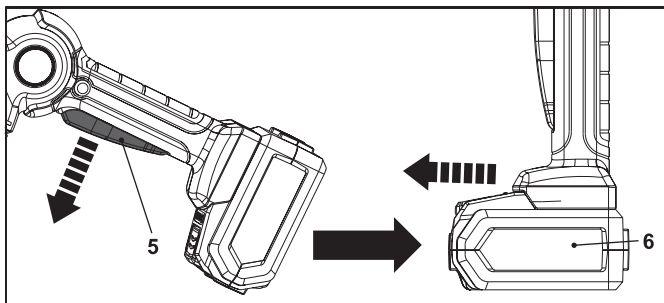

Fig. 12
1. Suelte el interruptor de encendido/apagado (5) (Fig. 12).
2. Extraiga la batería (6).